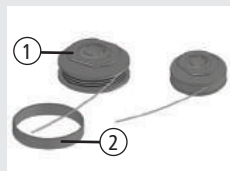

Fig. 10
Retire o carretel (1) e a abraçadeira de proteção (2) do carretel e enrole o fio de nylon. Em seguida, introduza o fio de nylon no furo da abraçadeira. Recoloque a abraçadeira no carretel e o carretel no porta carretel do aparador, [Fig. 10].